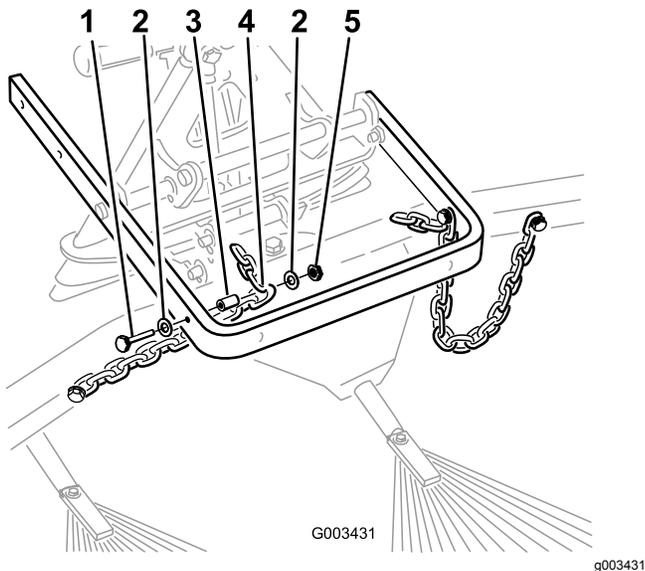

Bild 10
8. Befestigen Sie das 3. Kettenglied jeder Kette mit einer Schraube ($\frac{3}{8}$ " x $2\frac{1}{2}$ "), zwei Scheiben ($\frac{3}{8}$ " x $\frac{7}{8}$ "), einem Distanzstück, und einer Mutter ($\frac{3}{8}$ ") an der Außenseite des Hubarms (Bild 10).